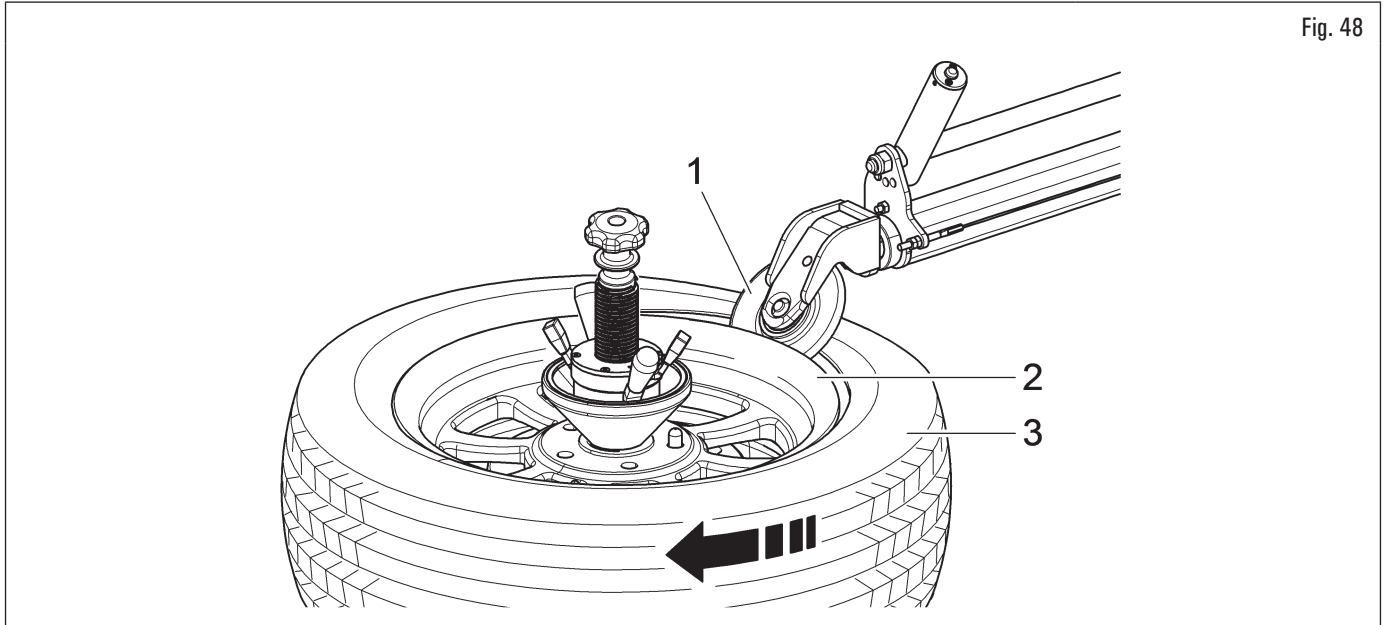

Fig. 48
6. quando la valvola si viene a trovare circa a "ore 3", premere verso il basso il rullo stallonatore superiore fino a quando non si sia creato lo spazio sufficiente per azionare la camma. Quindi inserire il rullo (Fig. 48 rif. 1) fra cerchio (Fig. 48 rif. 2) e pneumatico (Fig. 48 rif. 3);